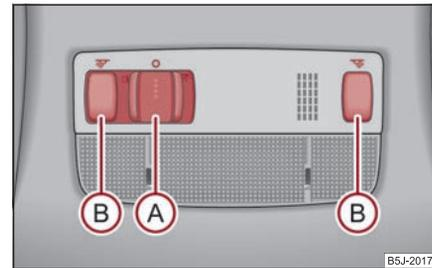

Fig. 52 Escotadura del revestimiento interior del techo: luces del habitáculo delanteras
- Presione el conmutador hacia la derecha a la posición => fig. 52.
- Pulse uno de los conmutadores **(B)** ⇒ página 59, fig. 52 para conectar y desconectar la lamparita de lectura izquierda o derecha.